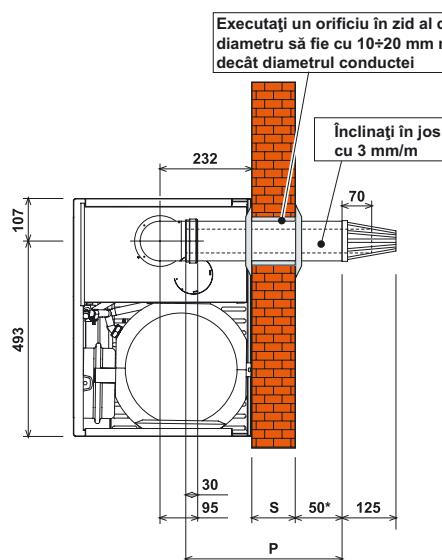

Fig. 10a
4. Dacă este necesar, tăiați la capete tubulatura, luând în considerare faptul că tubulatura externă ar trebui să iasă din perete 10 și 60 mm (fig. 10a e 10b). Eliminați bavurile rezultante la tăiere.